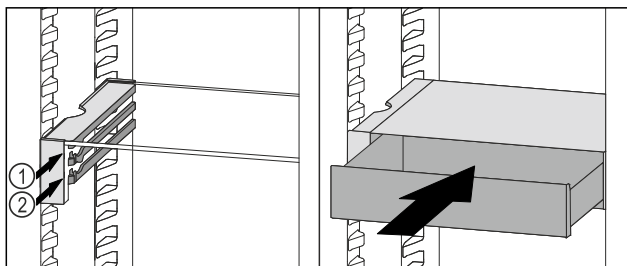

Fig. 94
- Zásuvku VarioSafe nasadíte za záružkami na požadovanom rebre Fig. 94 (1) alebo Fig. 94 (2).